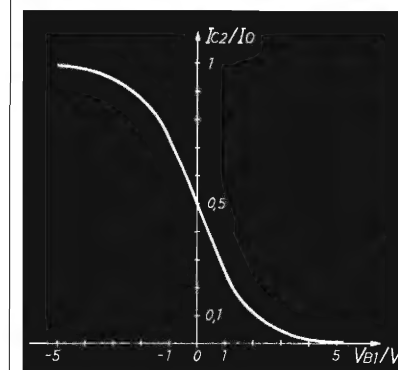

figura A.2
La (2) è rappresentata graficamente in figura A.2) che mostra chiaramente che, per una variazione lineare della tensione di ingresso V_{B1} da $-5V_T$ a $+5V_T$ circa, la corrente I_{c2} varia da I_o a zero con andamento non lineare di tipo esponenziale.